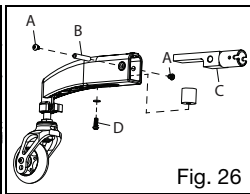

Fig. 26
2. Retirez la vis de 6 mm du côté du bras de la 5e roue dynamique (Fig. 26:A) à l'aide de deux clés Allen de 4 mm.
3. À l'aide d'une clé Allen, sortez le cylindre fileté (Fig. 26:B) du bras.
4. Sortez le récepteur tubulaire (Fig. 26:C) de l'ensemble.
5. Retirez la vis de 6 mm située en dessous de l'ensemble. Ceci libère l'élastomère (Fig. 26:D). Retirez l'élastomère et mettez-le de côté.
7. Vissez la vis de 6 mm et la rondelle (Fig. 26:D) à travers la fente et dans l'insert fileté de l'élastomère.
8. Resserrez la vis de 6 mm (Fig. 26:D). Prenez soin de ne pas trop serrer.
9. Réinsérez le récepteur tubulaire (Fig. 26:C) dans le bras. Prenez soin de placer le bras plat du récepteur tubulaire sur le dessus de l'élastomère.
10. Alignez les trous sur le bras et le récepteur tubulaire pour insérer le cylindre fileté (Fig. 26:B) et la vis de 6 mm (Fig. 26:A).
11. Serrez les vis de 6 mm (Fig. 26:A) à l'aide de deux clés Allen de 4 mm.